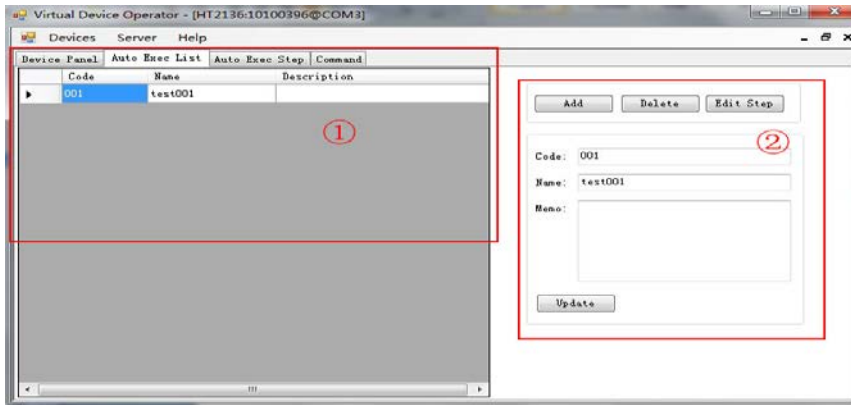
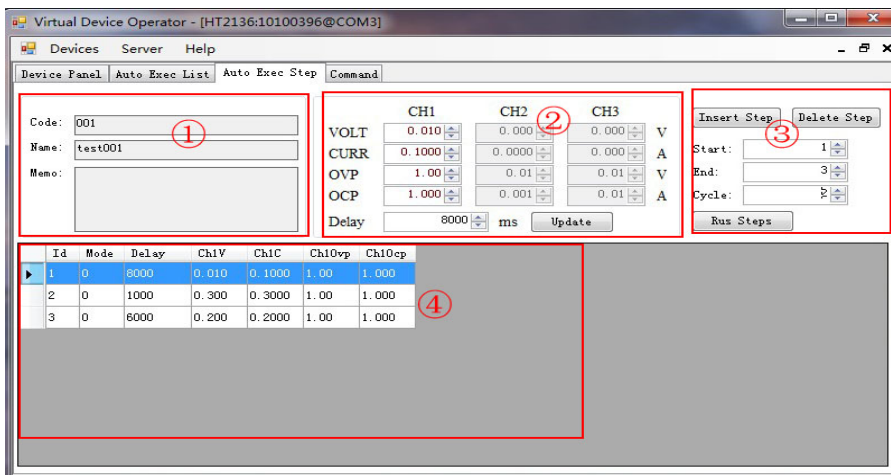

图 13
图 14
首先在图 13 标注②处用“Add”添加一个新的自动执行列表名，在图 13 标注①处用鼠标选中此列表项，可在图 13 标注②处编辑列表项的 Code、Name 和 Description。在图 13 标注①处用鼠标选中此列表项，然后点击“Edit Step”，跳转到图 14。
图 14 标注①处为所选中的自动执行列表项对应的信息，点击图 14 标注③处“Insert Step”可添加自动执行步骤，添加的自动执行步骤显示在图 14 标注④处。图 14 标注④中的列表项可以再图 14 标注②处进行编辑。所有自定义步骤完成后在图 14 标注③处选择自动执行的开始标号、结束编号（这两个编号对应图 14 标注④处的 Id）和循环次数，点击“Run Steps”，仪器开始按规定的开始编号，结束编号和循环次数开始自动执行。